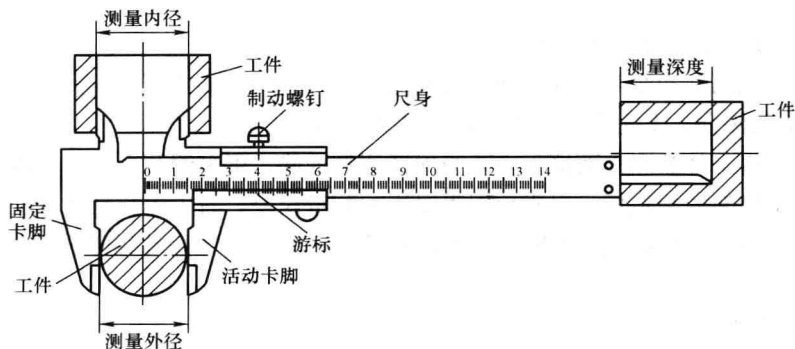

图 1-11 游标卡尺外形
1) 游标卡尺属于较精密、多用途的量具,一般测量精度有 0.1、0.05、0.02mm 三种。游标卡尺由尺身和游标组成。尺身与固定卡脚制成一体,游标和活动卡脚制成一体,并能在尺身上滑动。活动游标卡尺外形如图 1-11 所示。